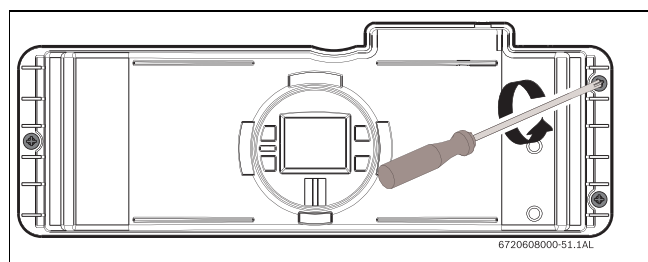

Рис. 2
- ▶ Отпустите три винта на блоке управления (рис. 2, поз. 1).